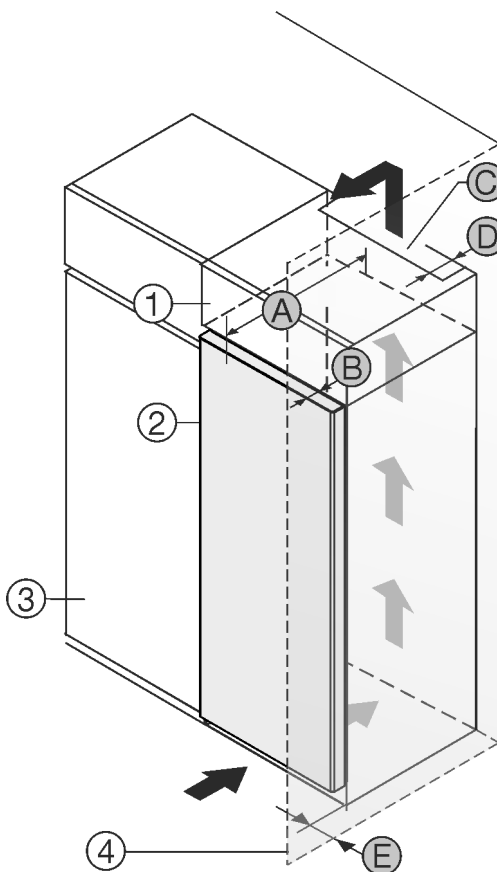

Fig. 1
- (1) Rátétszekrény *
- (2) Berendezés *
- (3) Konyhaszekrény *
- (4) Fal *
- (5) Készülék mélysége *
- (6) Ajtó mélysége *
- (7) Szellőzés keresztmetszete *
- (8) Készülék hátsó oldalának távolsága *
- (9) Távolság a készülék oldalától *
A készülék közvetlenül a konyhaszekrény Fig. 1 (3) mellé állítható.*
A rátétszekrény hátoldalán egy megadott mélységű Fig. 1 (5) szellőzőaknákat kell kialakítani a rátétszekrény teljes szélességében.*
A mennyezet alatt be kell tartani a szellőző keresztmetszetet Fig. 1 (7)*.
Ha a készüléket a zsanérjaival a fal Fig. 1 (4) mellé állítja fel, legalább 13 mm távolságot kell tartani a faltól.*
Ahhoz, hogy az ajtót teljesen ki tudja nyitni, a készüléknek a konyhaszekrény elülső oldalához képest legalább az ajtó mélységének Fig. 1 (6) megfelelően ki kell állnia. A konyhaszekrények Fig. 1 (3) mélységétől és a fali távtartók használatától függően a készülék nagyobb mértékben is túllóghat előre felé.*